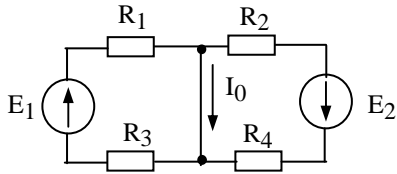

Рис. 1.4.11
1.4.11. Определить ток I_0 (рисунок 1.4.11), если: $E_1=20$ В, $E_2=60$ В, $R_1=6$ Ом, $R_2=8$ Ом, $R_3=4$ Ом, $R_4=12$ Ом.